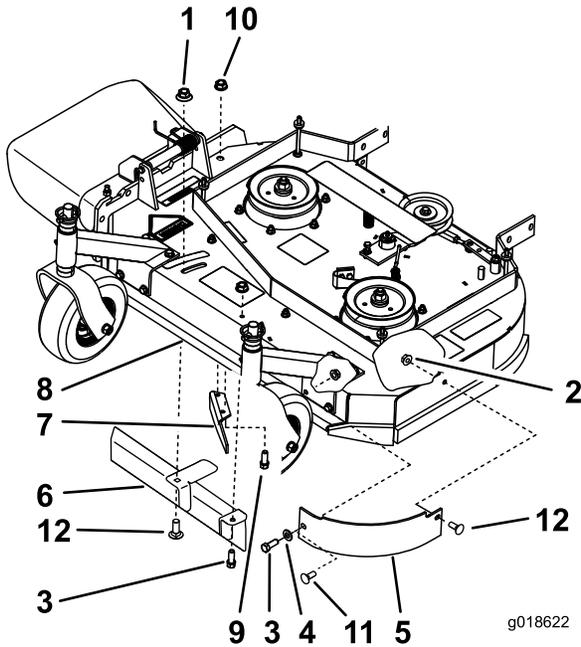
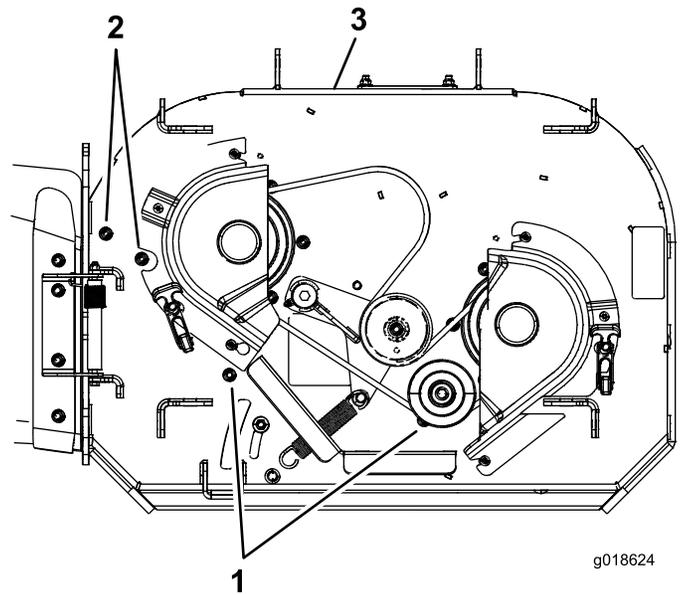

図 3
図 4
- 刈り込みデッキから刈り込みベルトカバーを取り外す (図 3)。
- 左前バップルを固定しているフランジナットとワッシャとボルトを外す (図 3)。
- 排出バップルを固定しているフランジナットとボルトを外す (図 3 または 図 4)。バップルを取り外した後、取り付け穴に再びボルトとナットを取り付けて穴を塞ぐ。
- 可変フローバップルを固定している大きいフランジナット、またはカムロックとワッシャを外す (ねじ式になっているので注意 (図 3))。
6. 可変フローバツフルを固定しているボルトを外す (図 3)。